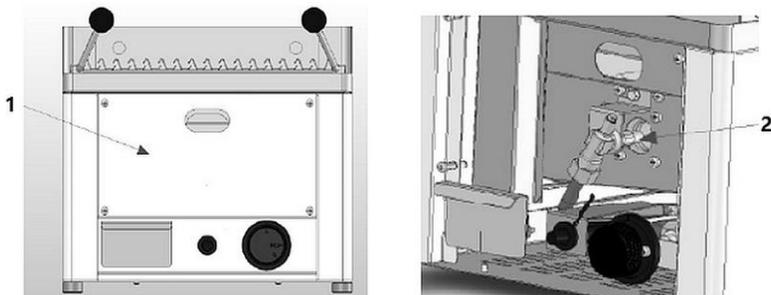

Abb. 3
- Düse des Hauptbrenners ersetzen (2, Abb. 3)